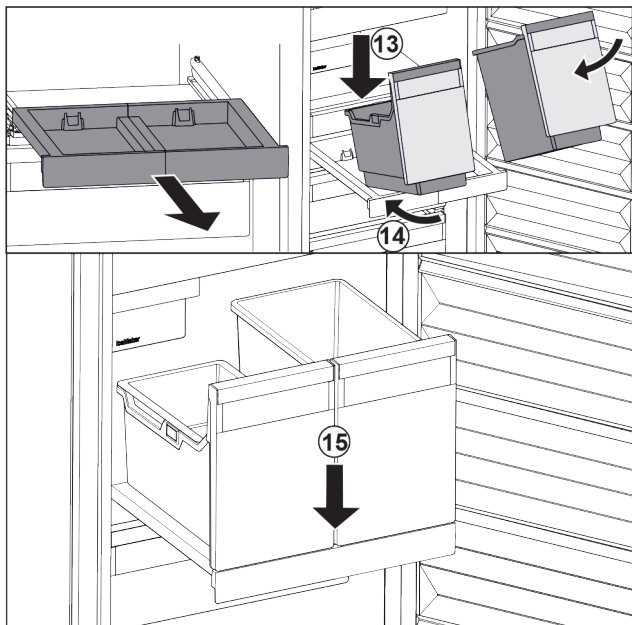

Fig. 105
- Bak schuin op het uitschuifplateau plaatsen. Fig. 105 (13)
- Bak er schuin naar achteren inschuiven. Fig. 105 (14)
- Bak aan voorzijde neerzetten. Fig. 105 (15)